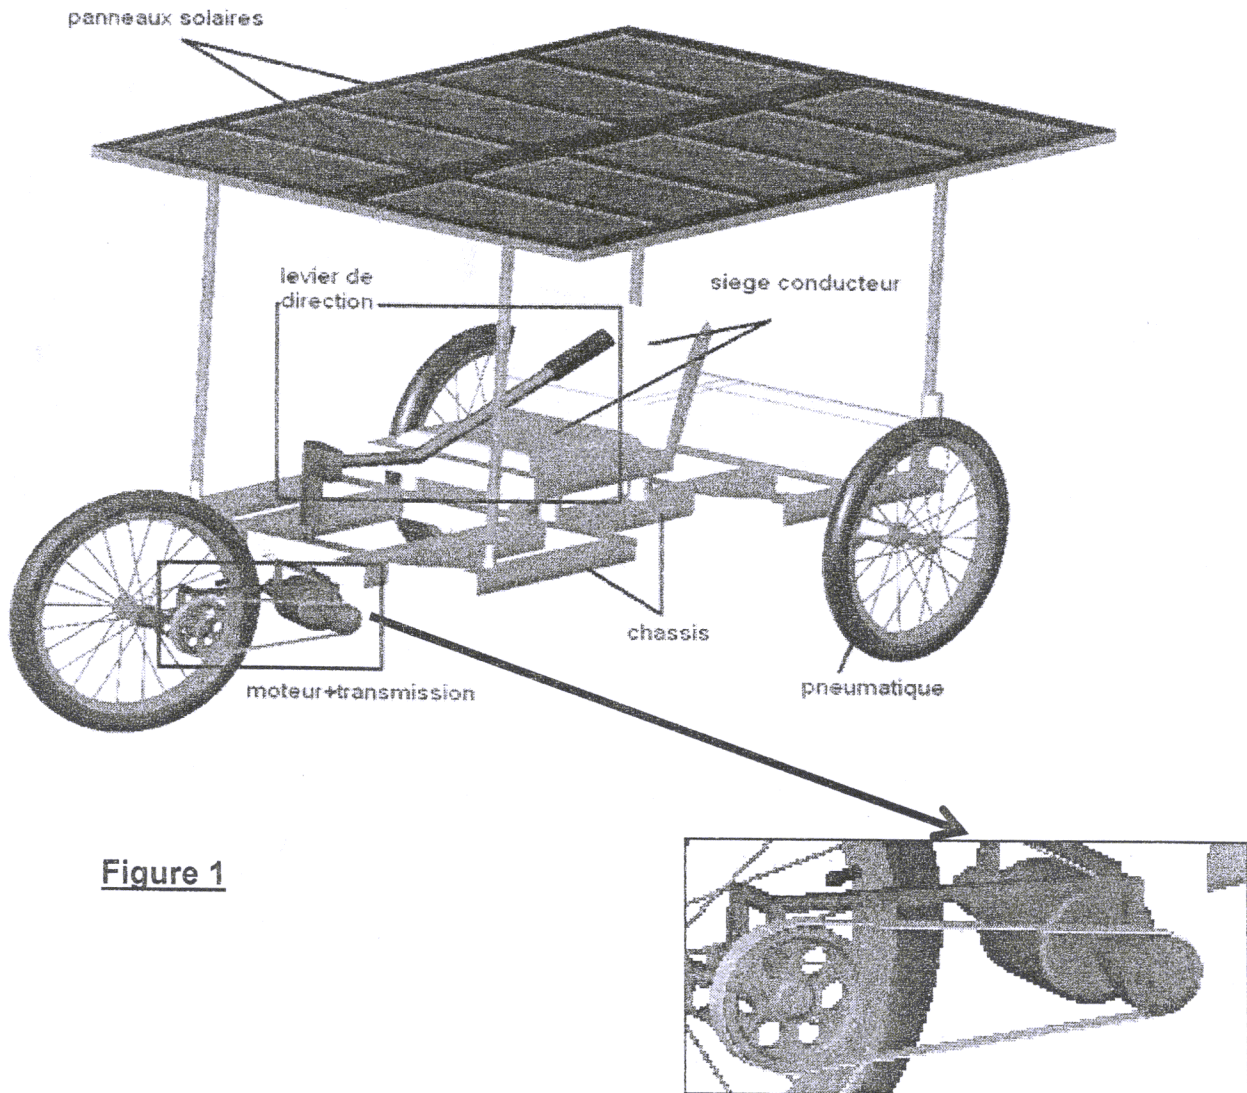
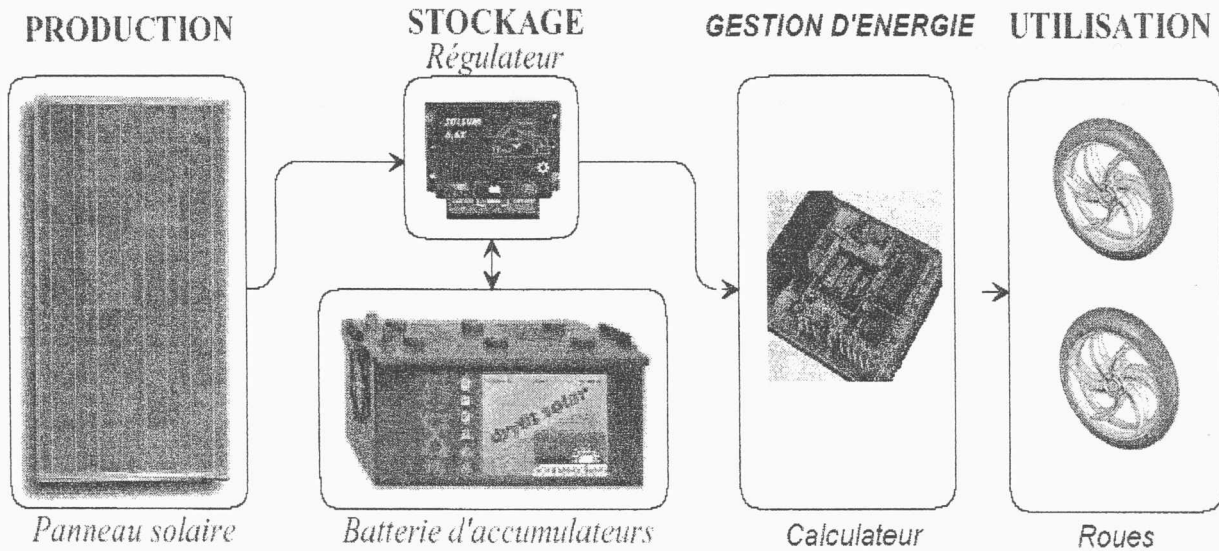

Figure 1
Figure 2
Le système **TRICYCLE SOLAIRE 'FIT-4-AWA'** (figure 1) étudié est un prototype de véhicules à trois roues qui fonctionne à l'aide de l'énergie solaire (figure 2). Comparativement aux voitures ordinaires, ce type de véhicule a un poids léger et roule à faible vitesse.
12- Le mécanisme de transmission actuellement adopté (**voir détail Figure 1 page 2/12**), est parmi les éléments qui ont une grande influence sur la vitesse du véhicule, les constituants de sa chaîne de transmission ne permettent pas d'atteindre la vitesse minimale espérée, il serait nécessaire de réfléchir à d'autres solutions. Pour cela on vous demande de :
- 1- Proposer deux solutions constructives remplaçant celles proposées dans le sujet ; (**Figure 1 page 2/12 et Ressources 1 page 11/12**) ; (**répondre sur feuille de copie**);
- 3- Représenter (**sur Document réponse DR2 page 7/12**) la liaison complète démontable entre la poulie motrice et l'arbre moteur (**voir figure 1**) assurée par bout d'arbre fileté et épaulé, écrou H, clavette parallèle et rondelle Grower.
13- Le mécanisme de transmission du tricycle (**Figure 1**) sera remplacé par celui proposé sur le document **Ressources 1** dans le but de réaliser une performance supérieure ou égale à **25 Km/h**. Le moteur électrique choisi est de référence **BG 42X15 Ressources 1**. Pour vérifier si la vitesse linéaire souhaitée est atteinte, on vous demande de : (répondre sur Documents réponses **DR2 page 7/12 et DR3 page 8/12**)
(Figure 1 page 2/12 et Ressources 1 page 11/12) ; (répondre sur feuille de copie);